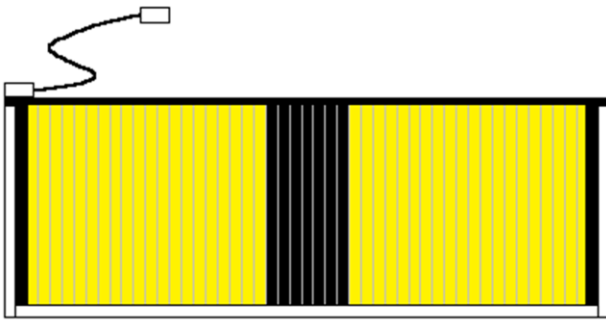

Abbildung 8 - Anschlagplatte 60cm / Test
- In aufgestellter Position abtropfen lassen, gemäss Fig. 8.